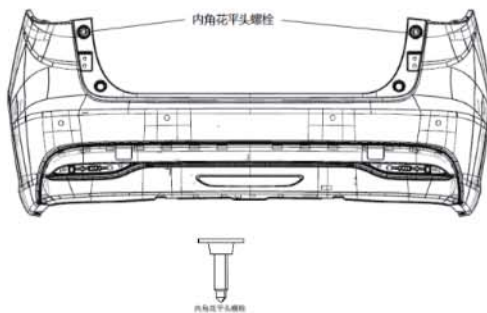

图 2-7
- (1) 用一字螺丝刀轻轻将后保险杠左右两侧的堵盖撬开，撬的时候注意包裹一层胶布，避免刮伤漆面；
- (2) 用 8#套筒将左右两侧缓冲块拆除；
- (3) 用内六角头螺丝刀拆除后保后部与车身连接的 2 个内角花平头螺栓，如图 2-7 所示；